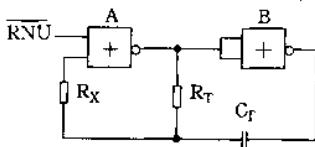

图 2-35
(3) 逻辑门方波振荡电路如图 2-35 所示, 它受控于  $\overline{RNU}$  信号。当  $\overline{RNU} = H$  时, A 门被锁定为低电平(L), 电路停振; 当  $\overline{RNU} = L$  时, 电路振荡而产生方波。